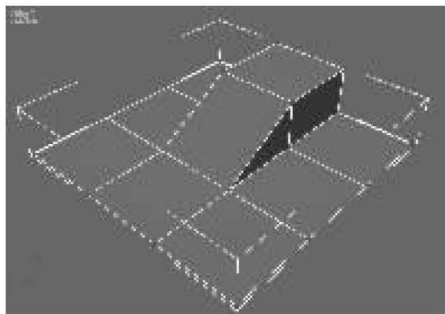

图 7-75 焊接顶点
(5)激活“顶点”子对象,展开“编辑顶点”卷展栏,单击“目标焊接”按钮,通过拖动顶点的方法进行焊接操作,效果如图 7-75 所示。